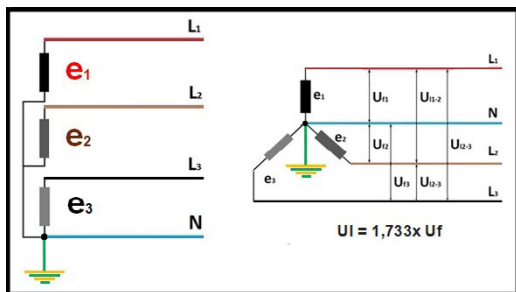

Figura 3 - Esquema de conexiones en estrella
La Figura 3 nos muestra el esquema de conexión de un sistema trifásico en estrella, donde se destaca el valor de referencia del conductor de neutro (N) que tiene un valor de tensión nula. (UN= 0 V)